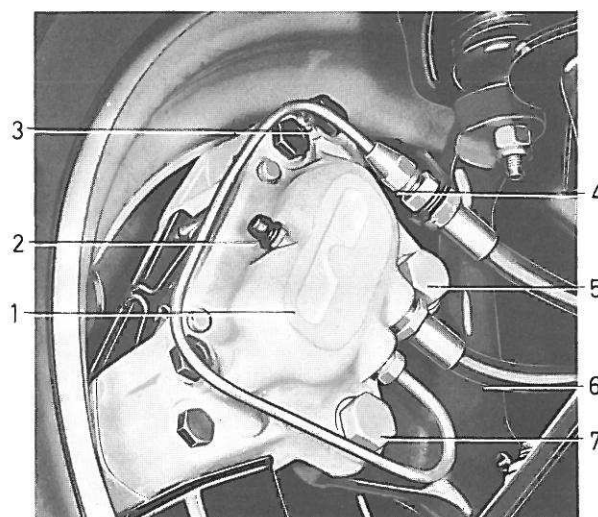

Figure 20. Frein de roue avant démonté
4. Enlever les vis de fixation (5 et 7, figure 20) et déposer l'étrier de frein (1).